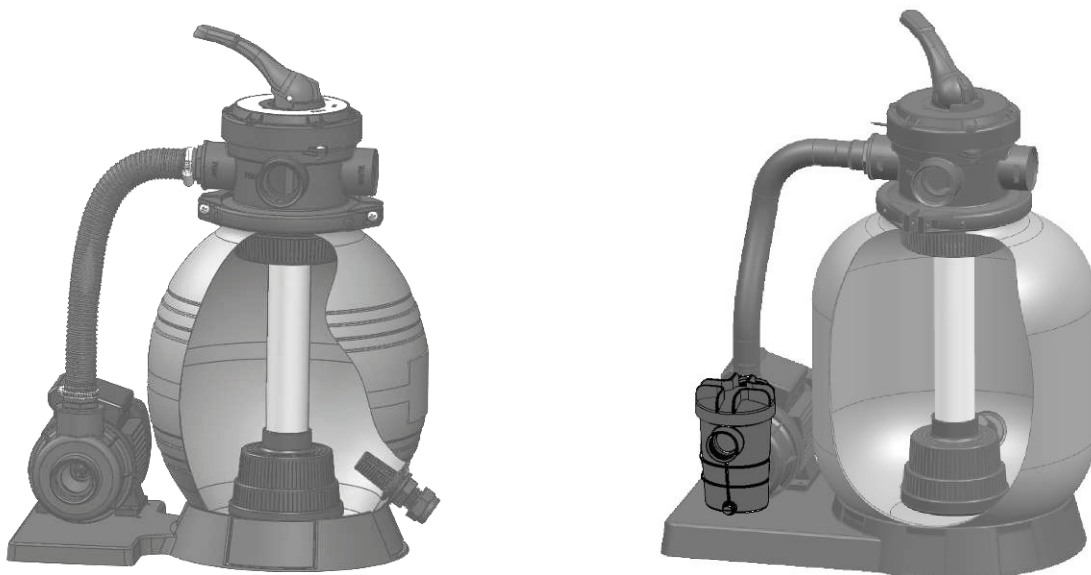

Fig. 7
7. Conecte el recipiente del filtro de arena a la manguera, las abrazaderas de la manguera y los empalmes de la manguera. (Fig. 7)